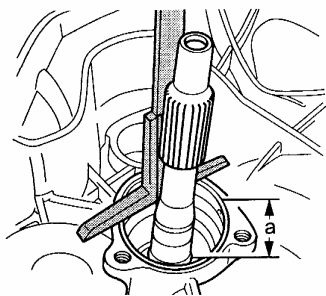

图 12-84 测量至主动轴下卡簧槽尺寸 a
(2) 把距离尺 3167 放到第 3 挡齿轮上，变速器壳体经主动轴置于距离尺上。
(3) 把深度卡尺放于变速器壳体上，并测量至主动轴下卡簧槽的尺寸 a，如图 12-84 所示。